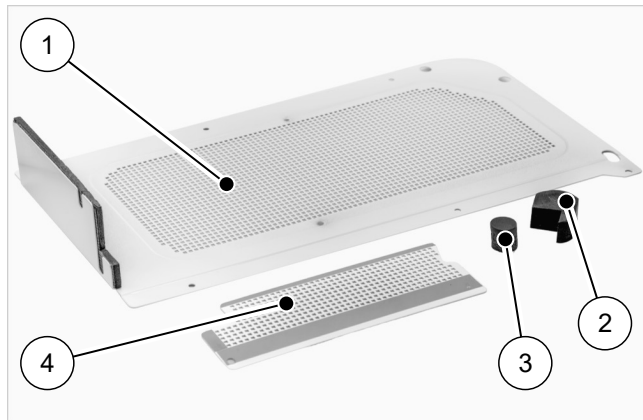
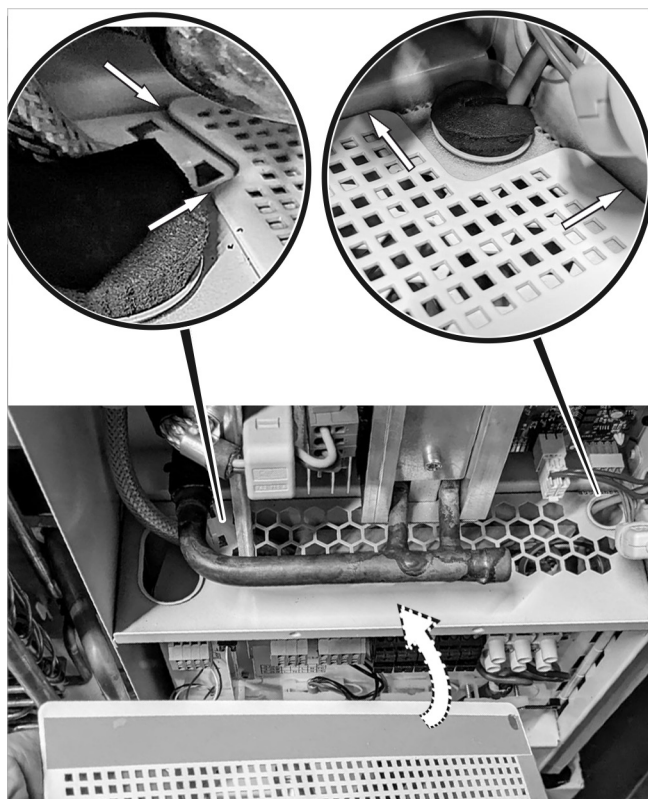

Abb. 1: Lieferumfang Nachrüstset Kleintierprävention
Abb. 5: Quadratlochblech in SolvisLea 8,3 Premium verkleben
Der Lieferumfang des Nachrüstsets Kleintierprävention (GI-NRS-KTP) für die SolvisLea 8,3 Premium besteht aus den in → Abb. 1 dargestellten Material.
1. Die Kabeldurchführungen durch das Inverter-Trennblech innerhalb von SolvisLea 8,3 Premium mit den beiden zugehörigen Dichtstücken verschließen (siehe → Abb. 1 Positionen (2) und (3)).
2. Kleines Quadratlochblech (→ Abb. 1 Pos. (4)) auf das vorhandene Inverter-Trennblech verkleben. Dazu das doppelseitige Klebeband benutzen, falls nicht bereits auf dem Blech vorhanden. Das Quadratlochblech auf der Oberseite Inverter-Trennblechs verkleben (siehe → Abb. 5).